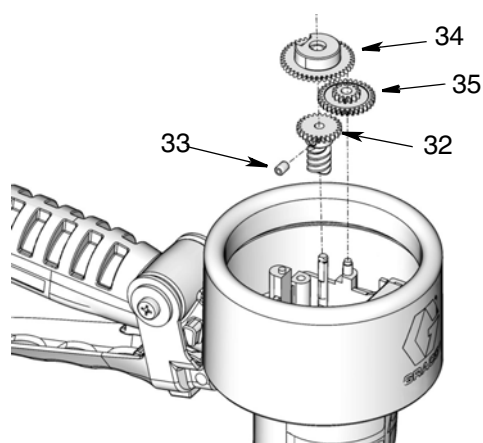

Рис. 18
6. Используйте торцевой гаечный ключ размером 2 мм, чтобы выкрутить зажимный винт шестеренок (33). Извлеките шестеренки (32, 34, 35) (Рис. 18).